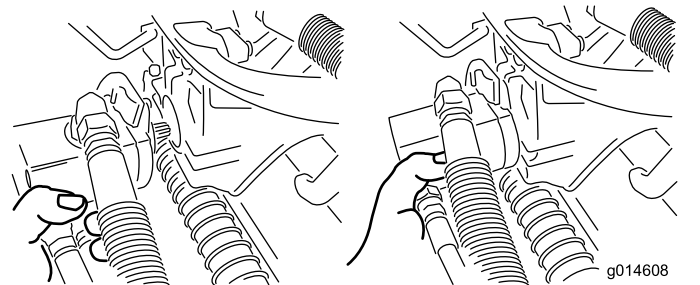

Figura 33
- Mueva el motor al lugar de almacenamiento en la parte delantera del brazo de suspensión (Figura 33).